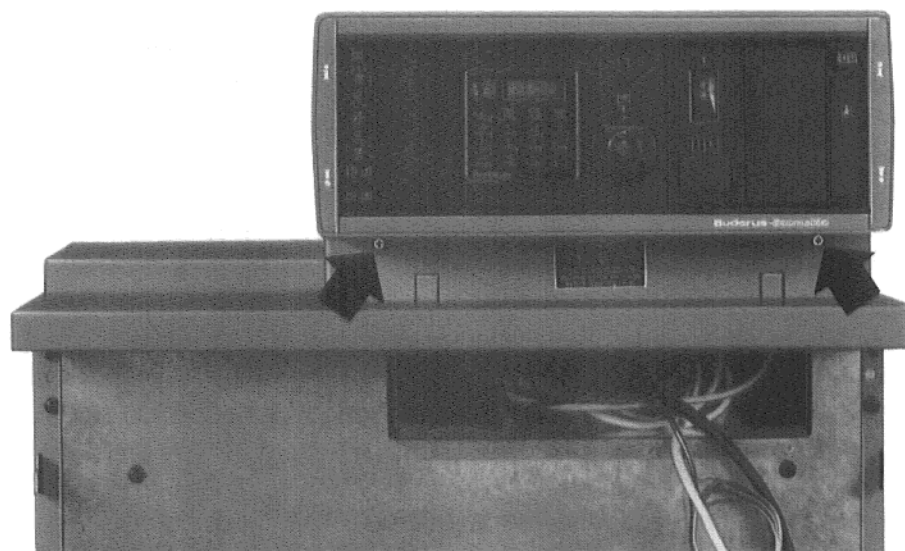

Fig. 14 – Illustration de principe
- Poser le tableau de commande sur le socle du tableau de commande** et serrer les deux vis de fixation (Fig. 14 – flèches).